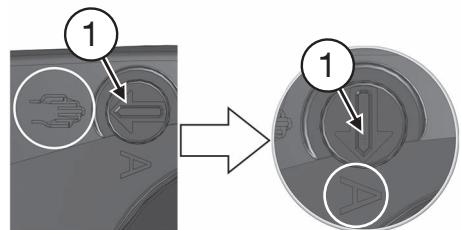

Abb. 18
7. **Betriebsschalter (1)** zurück auf **Automatikmodus** stellen. Dazu diesen mit einem Schraubenzieher **um 90° im Gegenuhrzeigersinn drehen**, so dass die Pfeilspitze auf das **A** zeigt (Abb. 18).